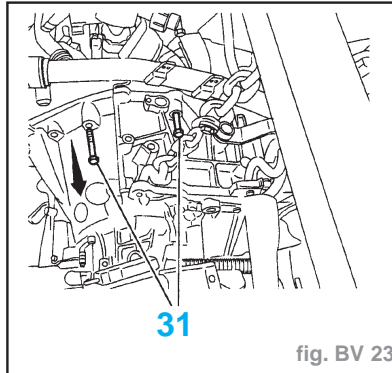

fig. BV 23
- Déposer les vis de fixation supérieures (31) de la boîte de vitesses (fig. BV. 23).